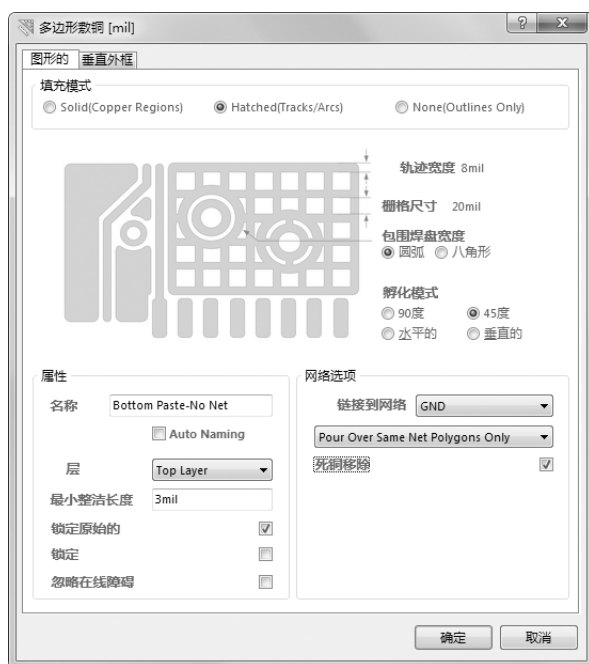

图 9-55 “多边形敷铜”对话框
(1) 选择菜单栏中的“放置”→“多边形覆铜”命令，或者单击“布线”工具栏中的  (放置多边形平面) 按钮，或用快捷键 <P>+<G>，即可执行放置覆铜命令。系统将弹出“多边形敷铜”对话框。
(2) 在“多边形敷铜”对话框中进行设置，单击“Hatched (tracks/Arcs)” (网络状) 单选钮，填充模式设置为 45°，连接到网络 GND，层面设置为 Top Layer (顶层)，勾选“死铜移除”复选框，如图 9-55 所示。
(3) 单击“确定”按钮，关闭该对话框。此时光标变成十字形状，准备开始覆铜操作。
(4) 用光标沿着 PCB 的 Keep - Out 边界线画一个闭合的矩形框。鼠标单击确定起点，移动至拐点处再次单击，直至确定矩形框的 4 个顶点，鼠标右键单击退出。用户不必手动将矩形框线闭合，系统会自动将起点和终点连接起来构成闭合框线。